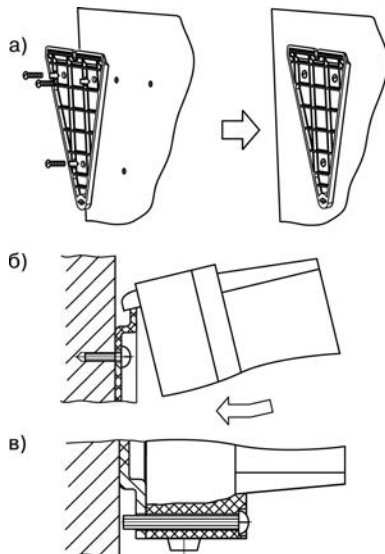

Рисунок 5.1 - Монтаж прибора настенного крепления
2. Зацепить крепежный уголок на задней стенке прибора за верхнюю кромку кронштейна (рисунок 5.1, б)
3. Прикрепить прибор к кронштейну винтом М4 × 35 из комплекта поставки (рисунок 5.1, в).